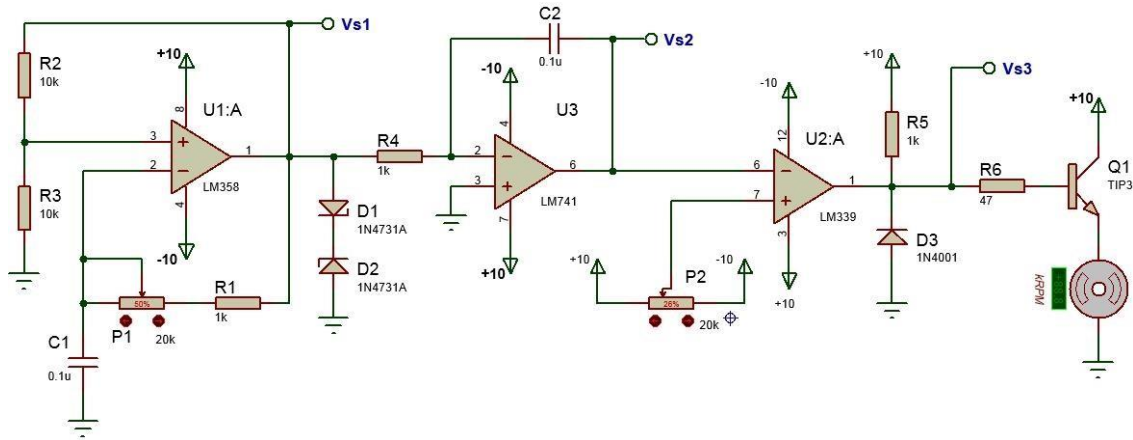

Figura 5.6
7. Adicione la resistencia R6, el transistor Q1 y el motor de CD para obtener el circuito total que se muestra en la figura 5.6.